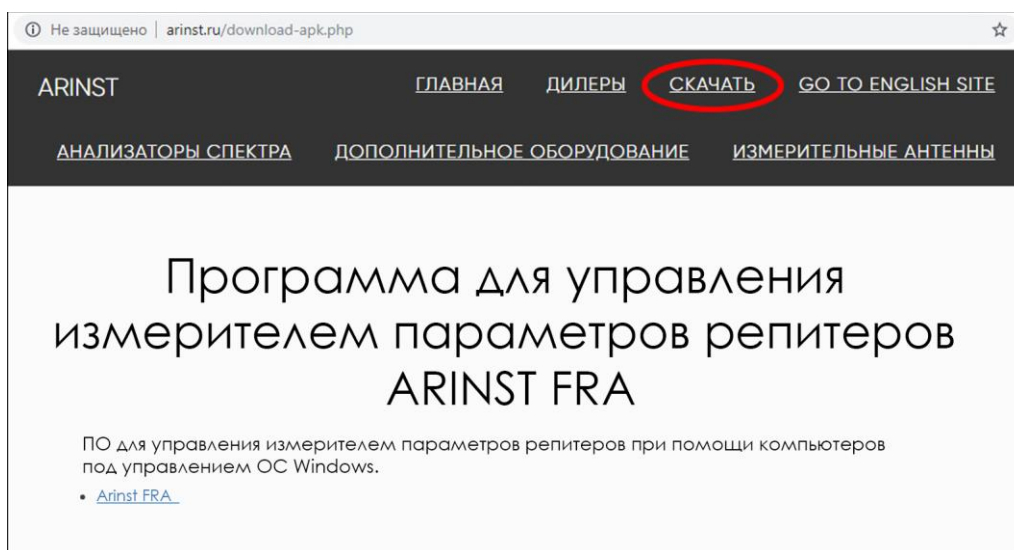

Рисунок 7.1 – Загрузка установщика приложения
7.1. Зайдите на официальный сайт ARINST, введя в адресной строке вашего браузера адрес www.arinst.ru. Перейдите в раздел **СКАЧАТЬ** и кликните по файлу установки приложения для управления измерителем параметров репитеров **ARINST FRA** (Рисунок 7.1).